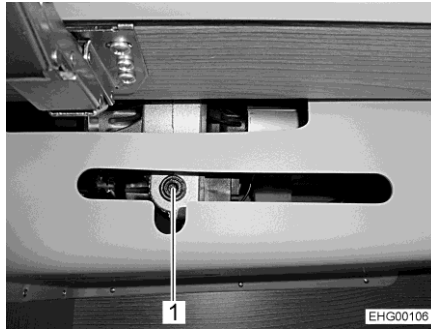
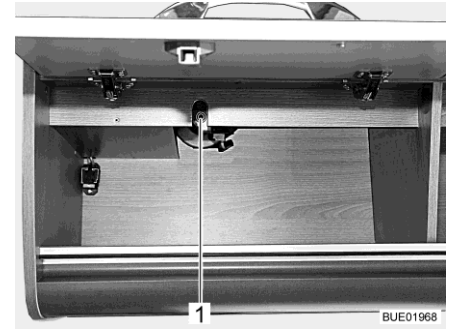
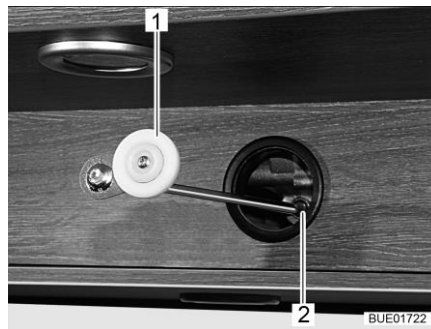

Bild 142 Åtkomst till drivenheten
Bild 143 Åtkomst till drivenheten
Bild 144 Mekanisk betjäning, drev
- Om fästet (Bild 142,1 eller Bild 143,1) för drivningen finns monterat i väggskåpet: Öppna väggskåpet.
- Stick den medföljande veven (Bild 144,1) eller insexnyckeln i hållaren vid motorn (Bild 142,1 eller Bild 143,1 och Bild 144,2).